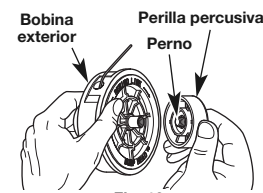

Fig. 13
1. Sostenga la bobina exterior con una mano y desenrosque la perilla percusiva en sentido contrario a las agujas del reloj (Fig. 13).